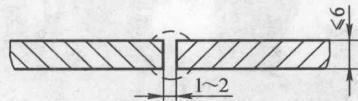

图 1-5 I形坡口
- 1) I 形坡口一般用于厚度在 6mm 以下的金属板材的焊接，如图 1-5 所示。